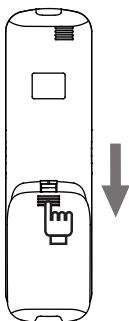

Figura 2.6
1) Far scivolare il coperchio delle batterie posto sul coperchio posteriore del controllo remoto, nella direzione indicata dalla freccia (si veda Figura 2.6);